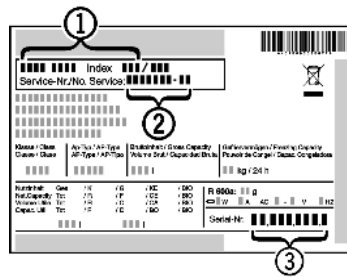

Fig. 50
- ▶ Gerätebezeichnung Fig. 50 (1), Service-Nr. Fig. 50 (2) und Serial-Nr. Fig. 50 (3) vom Typenschild ablesen. Das Typenschild befindet sich an der linken Geräteinnenseite.